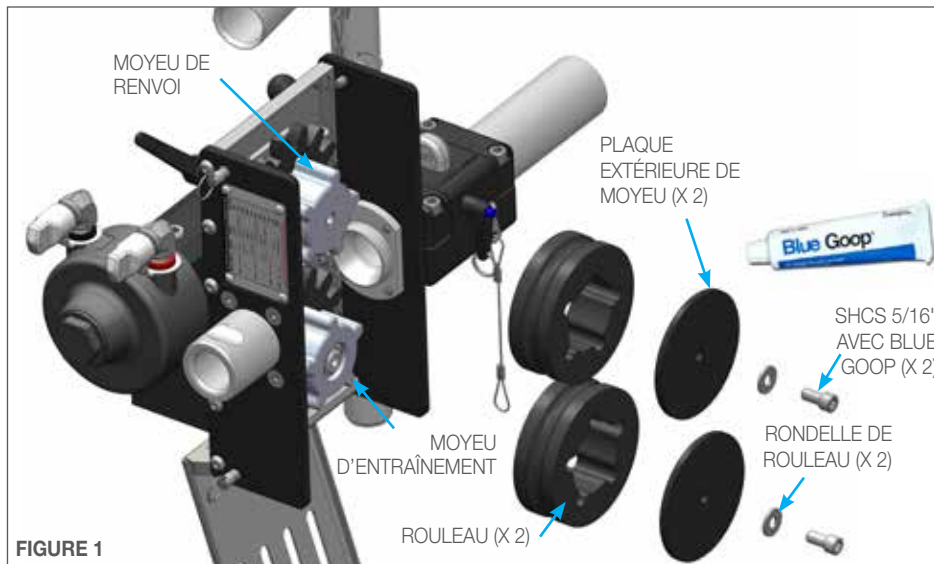

FIGURE 1
1. Choisissez un jeu de rouleaux poly de rechange ou d'une autre dimension à l'aide du tableau de référence de la section ci-dessous pour sélectionner la dimension appropriée. Glissez les rouleaux en polyéthylène sur les moyeux. Serrez ensuite les plaques extérieures de moyeu et les rondelles de rouleau sur les rouleaux cannelés avec les deux vis à chapeau à tête creuse de 5/16". (Figure 1)